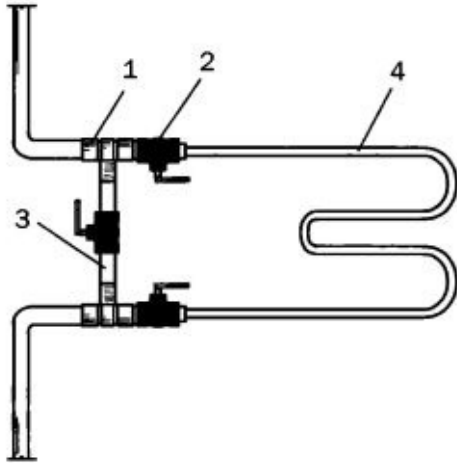

Рис. 30. Байпас:
1. Смонтируйте байпас (рис. 30), т. е. обводную трубу, по которой пойдет вода в том случае, если доступ к полотенцесушителю будет перекрыт. В качестве подводки к нему используются трубы из нержавеющей стали. Для монтажа потребуются 2 тройника, 3 крана (два из них вставляются на стыках с полотенцесушителем, а один — на самом байпасе), сгоны и втулки.